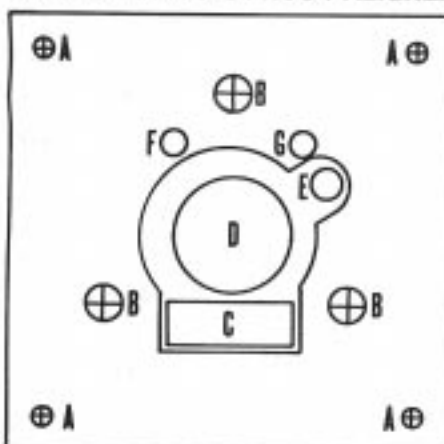

Fig. 1
- 3) Orientare i dispositivi agendo sulle viti denominate "B" (figura 1) fino all'accensione del led rosso, la cui luce è proporzionale all'intensità del segnale ricevuto. Per l'allineamento perfetto servirsi anche di un tester posto a 3/5 Vcc fondo scala. Collegarlo ai due test point del ricevitore (F e G di Fig. 1) e regolare l'orientamento dei fotodispositivi fino ad ottenere il massimo valore sullo strumento.
- 1) Fixer les dispositifs (émetteur et récepteur) sur les colonnettes ou les boîtiers préalablement scellés, en utilisant les trous prévus à cet effet (fig. 1 et 3) avec des vis Parker. Les dispositifs doivent être fixés face à face sur les mêmes alignement et à la même hauteur du sol.
- 3) Orienter les dispositifs en agissant sur les vis "B" (fig. 1) afin d'obtenir l'allumage du led rouge. Pour un parfait alignement utiliser un testeur réglé sur une échelle maxi de 3/5 Vcc et branché sur les pôles du récepteur destinés à cet effet (fig. 1 - pinte F et G). Régler ensuite l'orientation des cellules jusqu'à l'obtention d'une valeur maxi sur le testeur.